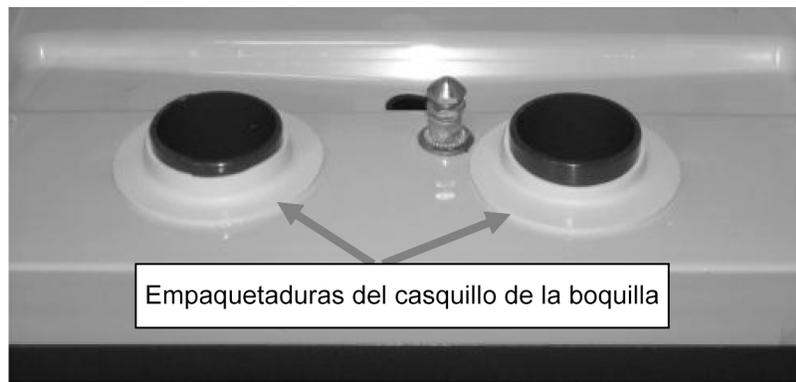

Figura 16. Empaquetaduras del casquillo de la boquilla: instalación correcta
1. Quite la empaquetadura del casquillo de la boquilla de caucho natural (consulte la Figura 16) e inspeccione y aplique silicona RTV. Si hay fisuras, limpie la silicona RTV y vuelva a aplicar con el juego N/P 729011013 según las instrucciones incluidas.